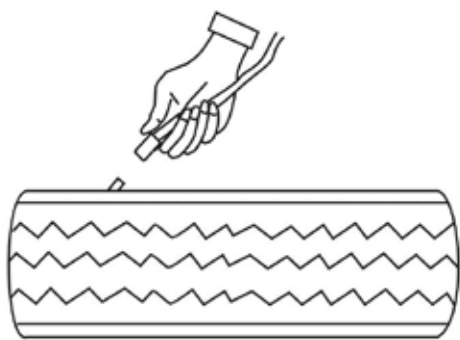

Fig.25
- La procédure de gonflage se présente dans la Fig.25.